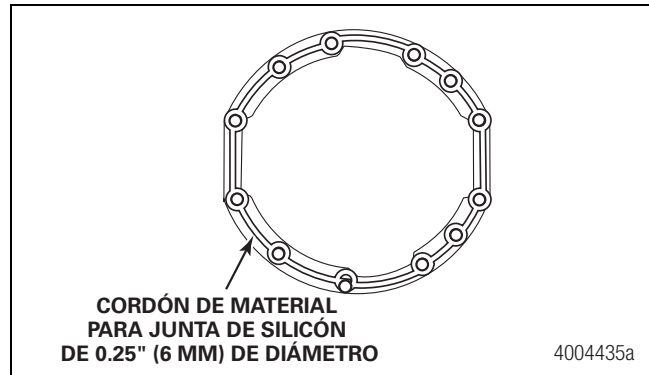

Figura 4.12
10. Aplique un cordón de 0.25 de pulgada (6 mm) de material para juntas Loctite® 5699 a la superficie de la caja. No utilice los productos de silicón ThreeBond 1216E. Figura 4.12.